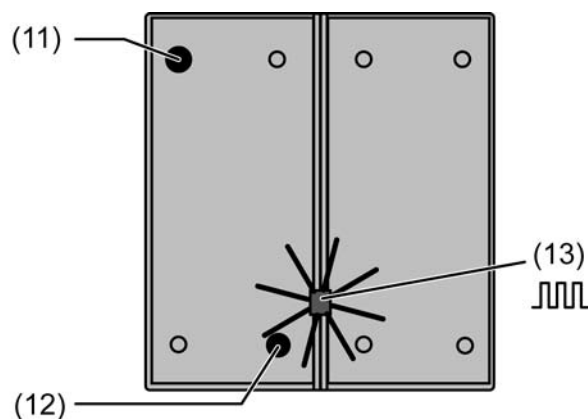

Bild 3: Tasten zur Aktivierung des Programmiermodus
- Programmiermodus aktivieren. Dazu Taster oben links (11) drücken und gedrückt halten (siehe Bild 3). Dann zweiten Taster der Wippe 1 unten rechts (12) drücken.